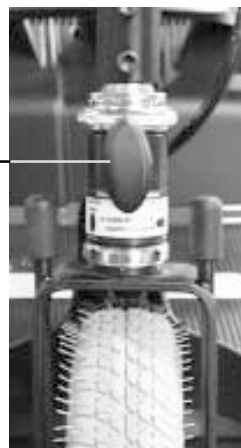

Figura 12A. Bloccasterzo (Bloccato)
1. Dalla posizione di sblocco (vedere figura 12), bloccare la ruota anteriore spingendo la manopola di blocco del manubrio e ruotandola in senso orario di 90°. Vedere figura 12A.